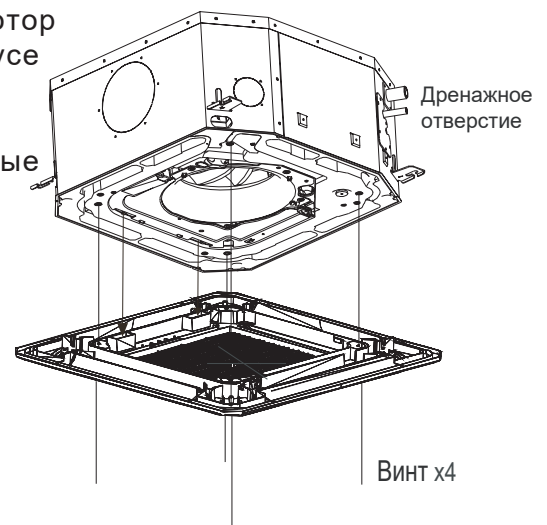

Рис.25
1. Совместить размещенный на панели гидромотор поворота с соединительными муфтами на корпусе в соответствии с рисунком (Рис.25).
2. Навесить четыре жестких троса основного корпуса на монтажную крышку и на три остальные крышки гидромотора поворота (Рис. 25).